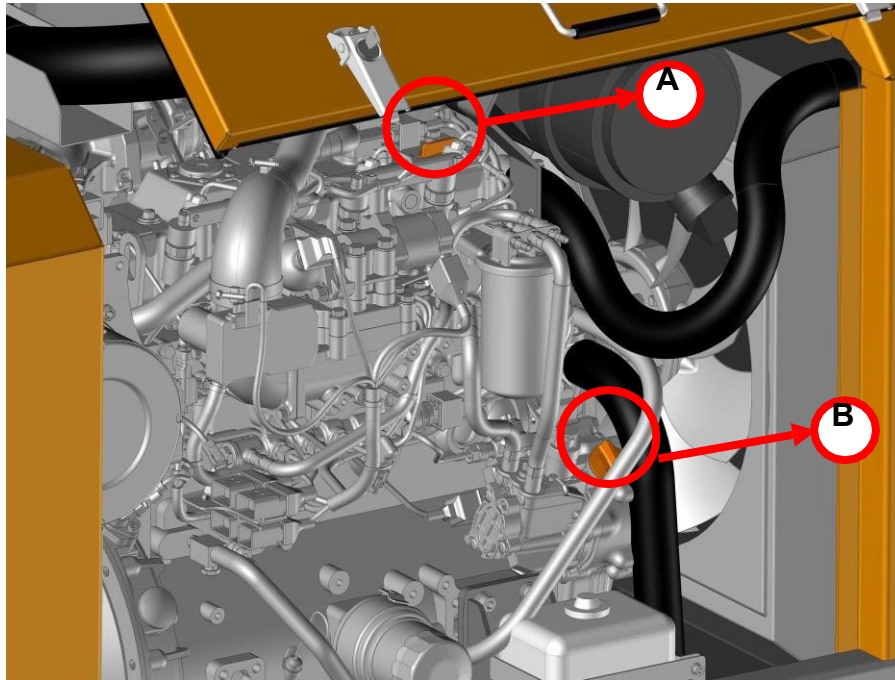

Figure 38. Bouchon de réservoir d'huile moteur
4. Ouvrez l'un des bouchons du réservoir d'huile (A ou B), comme indiqué sur la figure 38.